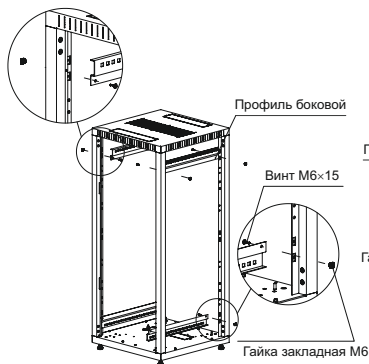

Рисунок 4 – Установка боковых профилей
3.4 Установите на собранный каркас шкафа сверху и снизу профили боковые, для этого вставьте закладные гайки M6 в квадратные отверстия на внешней стороне стоек, закрепите винтами M6x15 с полукруглой головкой (рисунок 4).